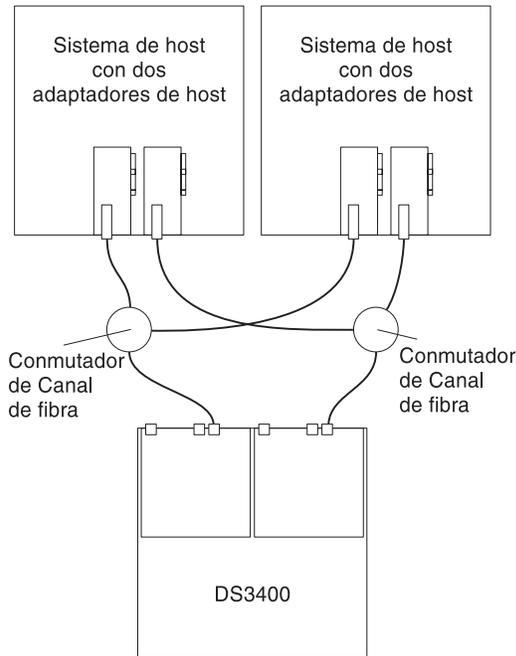

Figura 45. Ejemplo de configuración de entorno de conexión a SAN dual
- Configuración de entorno de conexión a SAN dual, tal como se muestra en la Figura 45 en la página 52
En la Figura 45 en la página 52, los conmutadores de Canal de fibra *no* están conectados entre sí mediante un ISL. Cada conmutador forma su propio entorno de conexión a SAN. Esta configuración también es la que se debe utilizar para una configuración de clúster de nodo dual.